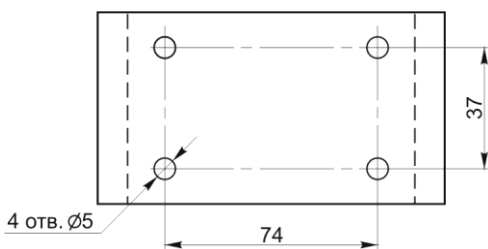

Рис. 2. Крепёжная площадка МПП «Гарант-7»
6.3. Закрепить крепёжную(ые) площадку(и) модуля(ей) в соответствии с определенными местами (по п. 6.2) и разметкой отверстий (рис. 2).